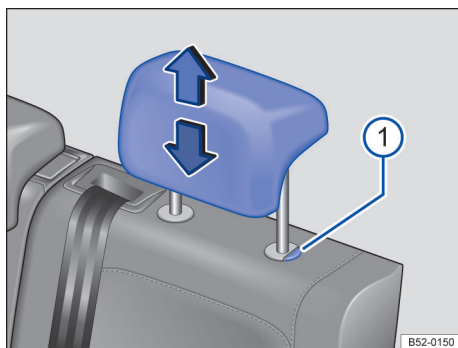

Fig. 69 Apoio para cabeça traseiros: ajustar.
- Deslocar o apoio para cabeça para cima ou para baixo na direção da seta com o botão → Fig. 69 ① pressionado → ▲ em *Introdução ao tema* na página 84.